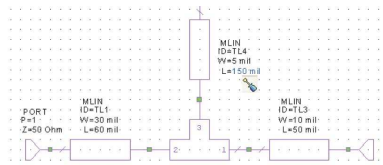

FIG. 16 – ‘Tuning’ de la variable L.
- * Sélectionner dans le circuit '**Stabilité sortie**' la longueur L de l'inductance (cf Fig.16). La valeur de la variable change alors de couleur.